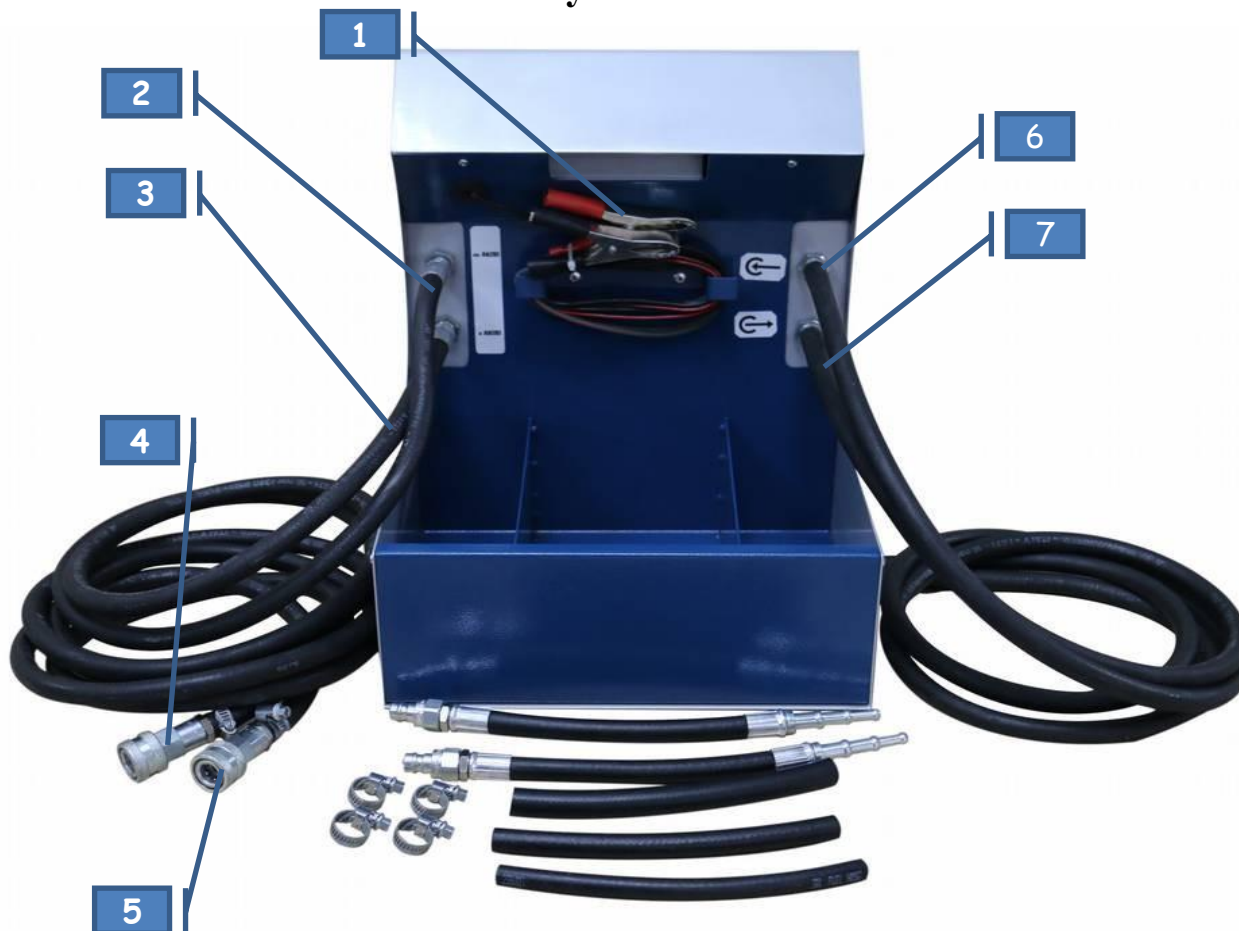

Рис. 3
4. К адаптерам подключить с помощью БРС (п.2, п.3 рис.3) рабочие шланги установки, в соответствии с потоком жидкости, проверить чтобы ручка распределителя находилась в положении «КОЛЬЦО».Примечание: Режим «Кольцо» - режим работы установки, при
18. Отсоединить Рабочие шланги установки (пп. 5,6 рис.3) от адаптеров и убрать в отведенное для их хранения место.
19. Вынуть из емкостей Сливной и Заборный шланги установки (пп. 8,9 рис.3) и убрать в отведенное для их хранения место.
1. Сливной шланг (п.8 рис.3) опустить в свободную емкость.